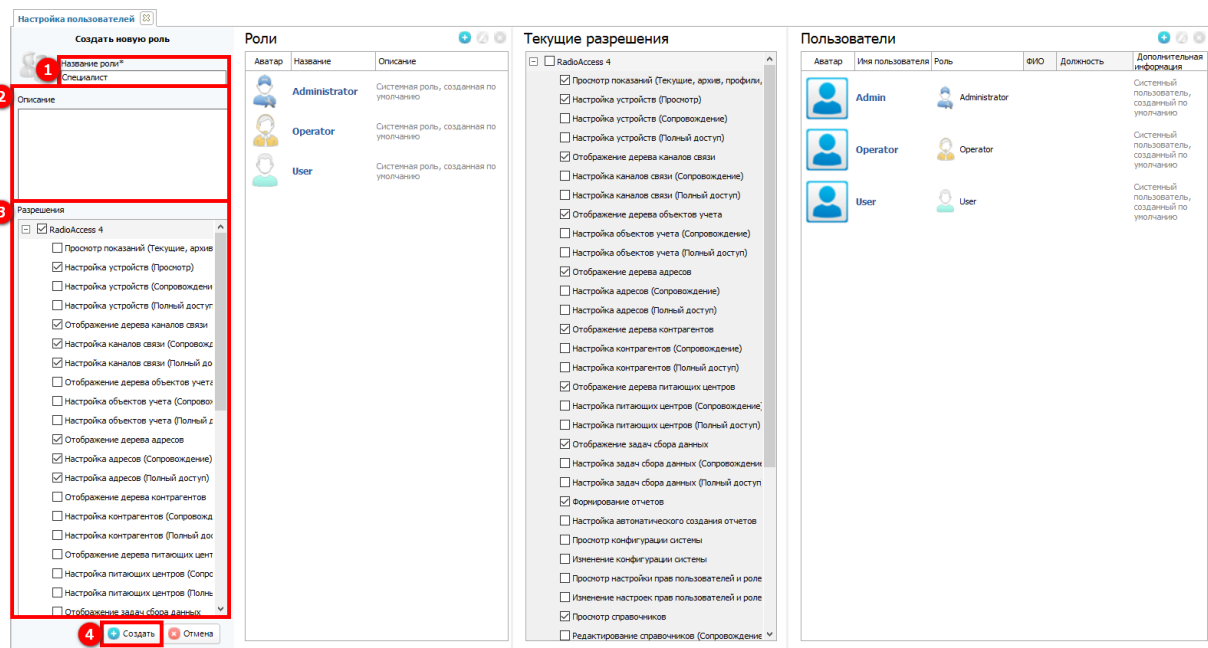

Рисунок 254 – Создание новой роли
При создании новой роли необходимо заполнить **Название роли** (1) (см. рисунок 254) – указать наименование создаваемой роли, при необходимости заполнить поле **Описание** (2) – дополнительная информация для пользователя. В поле **Разрешения** (3) необходимо поставить отметку для установки необходимых прав для создаваемой роли.